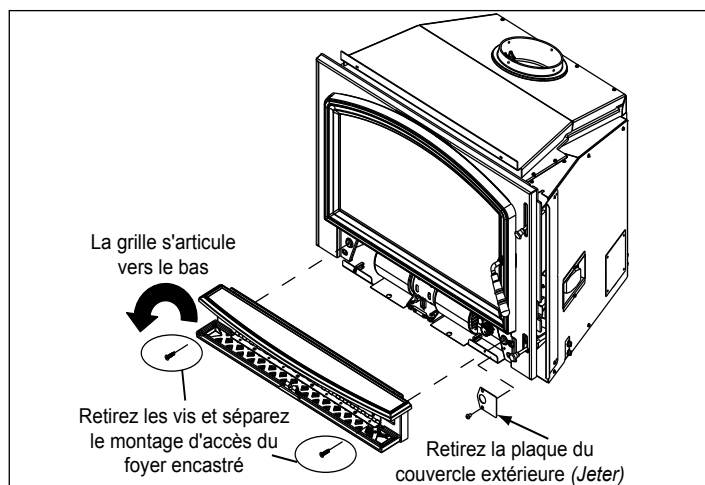

Figure 18.1
1. Tournez la grille vers le bas pour exposer les deux vis. **Figure 18.1.**